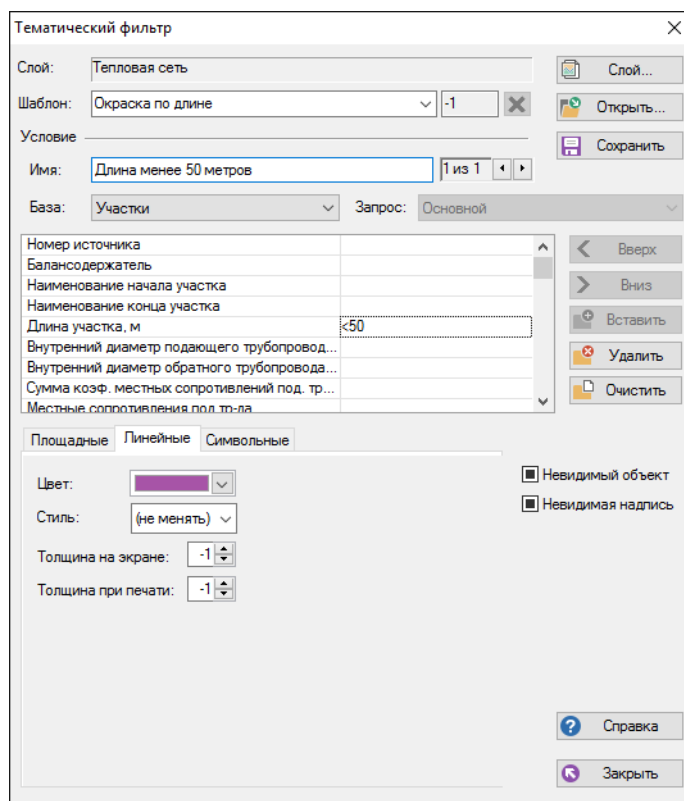

Рисунок 22.6. Создание тематического фильтра
3. В строке Шаблон ввести имя шаблона. (Например, Окраска по длине, смотрите Рисунок 22.6, «Создание тематического фильтра»);
В разделе Линии задать цвет, стиль и толщину линий трубопровода. (смотрите Рисунок 22.6, «Создание тематического фильтра»).